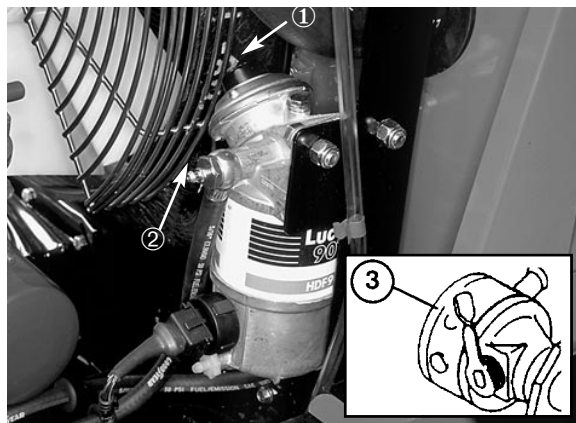

Figure 13
3. Dévisser le bouchon de purge du filtre à carburant de plusieurs tours (Fig. 13). Actionner le plongeur d'amorçage (Fig. 13) jusqu'à ce que le carburant s'écoule régulièrement par le trou de la vis de purge. Lorsque le carburant cesse de mousser, serrer la vis de purge pendant la course descendante du plongeur d'amorçage. Essuyer tout carburant qui aura coulé.